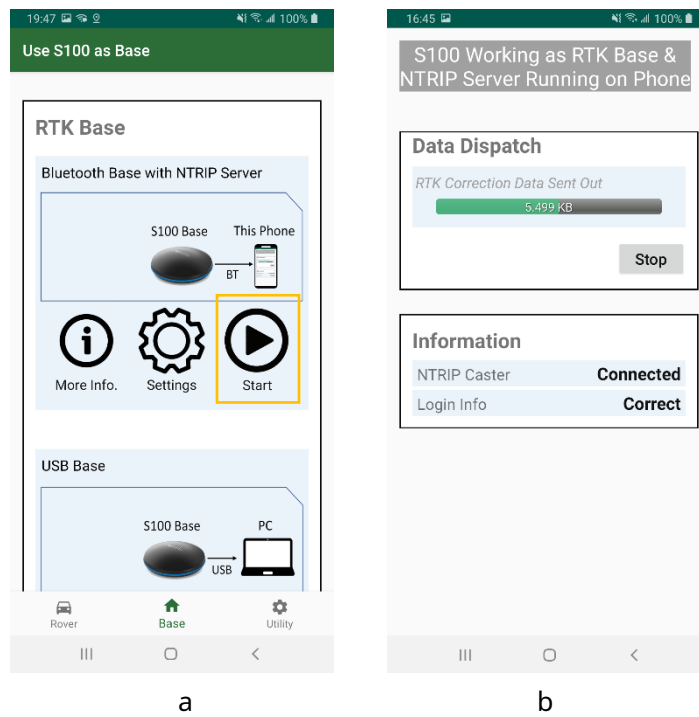

Figura A-7
3. Haga clic en Inicio de "Base Bluetooth con servidor NTRIP". Consulte la Figura A-7 a.
4. Se inicia el servidor NTRIP. Consulte la Figura A-7 b.